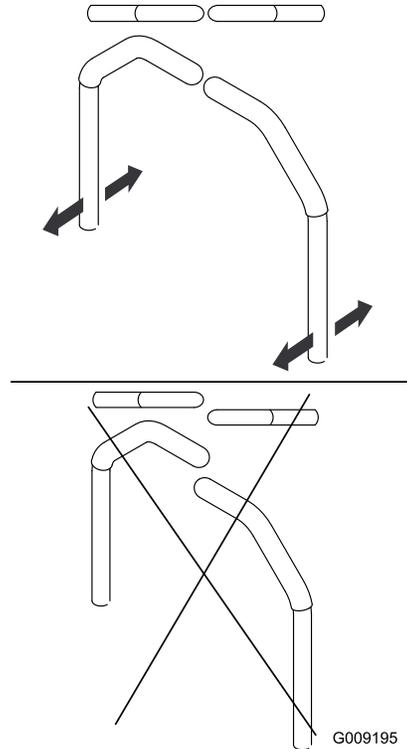

图61
4. 对齐手柄的前后位置，即将手柄一起移至空档位置，然后滑动它们直到它们对齐（图 61）。